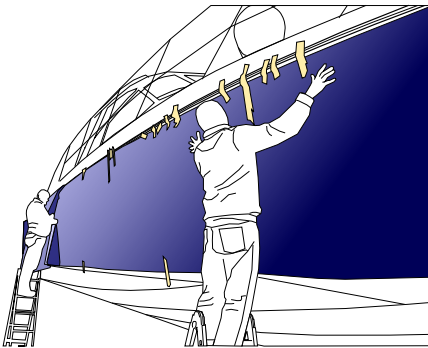

Figure 02
- › Surface droite verticale: Ajuster correctement le film en superposant 5 cm de film sur le liston. (FIG. 02)